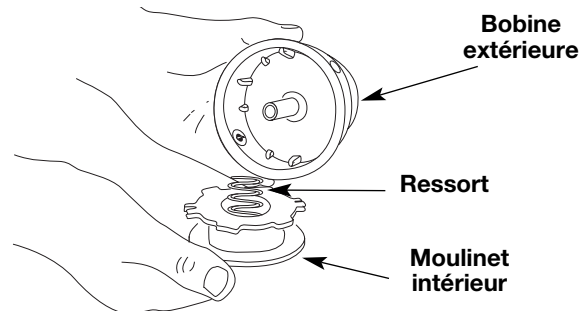

Fig. 17
2. Retirez le moulinet intérieur de la bobine extérieure (Fig. 17).
3. Retirez le ressort du moulinet (Fig. 17).
2. Retirez l'ancien moulinet intérieur de la bobine extérieure (Fig. 17).
3. Retirez le ressort de l'ancien moulinet intérieur (Fig. 17).